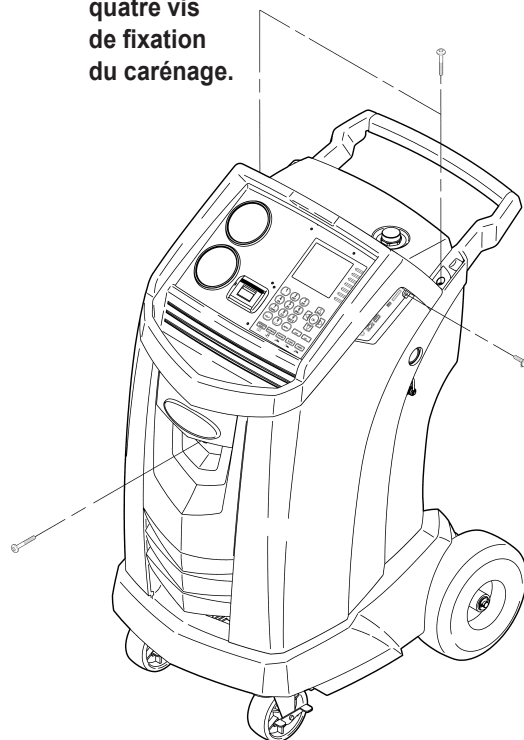

Figure 12
2. Retirez la bouteille d'huile et retirez les quatre vis qui maintiennent le carénage. Voir Figure 12. Accrochez le carénage à l'arrière de la machine.